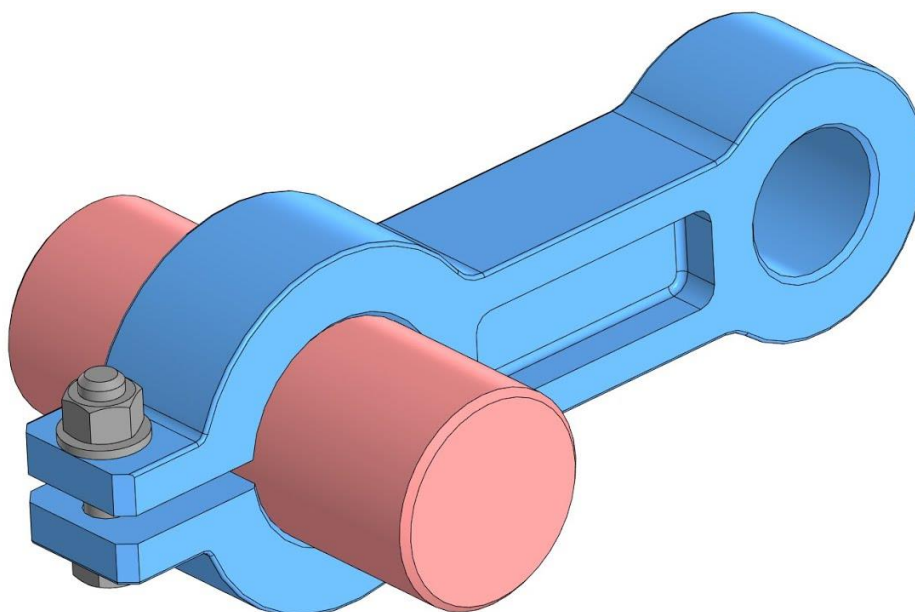

Рис. 1. Клеммовое соединение
1. Сконструировать и изготовить ступицу клеммового соединения (рис. 1).